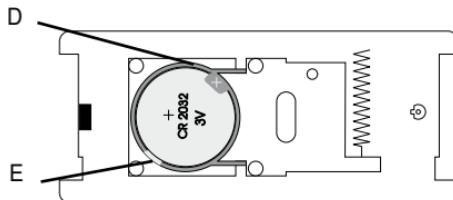

Bild 2: Batterifack samtalsknapp
- d) Batteriet (knappcellsbatteri CR2032) kan nu sättas in i plathållaren på kretskortet (Bild 2 D).
- e) Om du vill byta ett batteri, ta bort det gamla med en liten platt skruvmejsel ur dess platshållare genom att försiktigt lyfta vid höernen (bild 2 E). Sedan kan du lägga i ett nytt batteri. Beakta batteriets rätta polaritet.